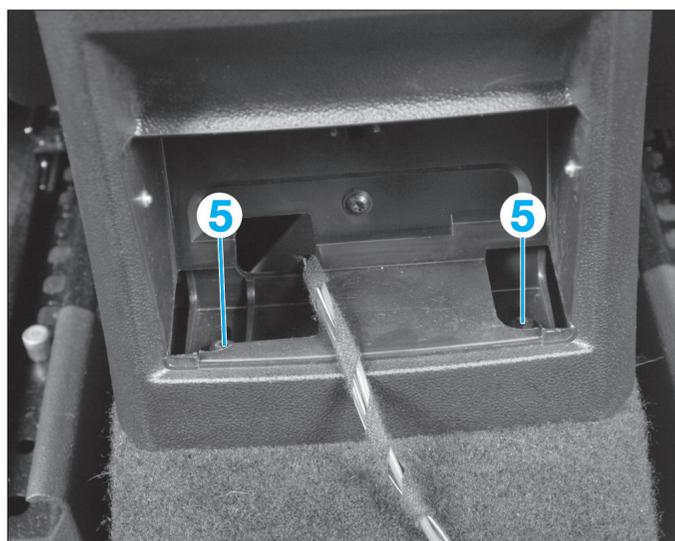
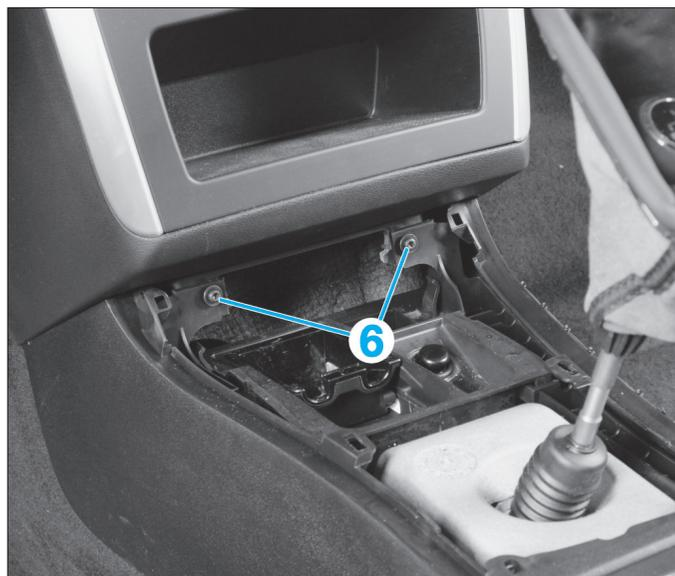

FIG. 13
FIG. 14
- Déposer les vis (5) et (6) de fixations de la console de plancher (Fig.13) et (Fig.14).